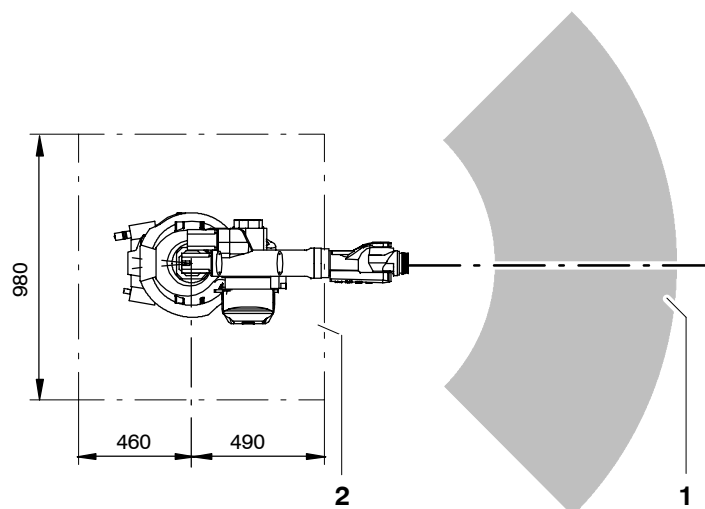

Fig. 41 Affectation enveloppe d'évolution et fondations en béton
- (3) Repérer la position du manipulateur par rapport à l'enveloppe d'évolution (Fig. 41/1) sur les fondations en béton (2) et amener le manipulateur en position de montage.
- (4) Aligner horizontalement le manipulateur.
Lorsque vous percez les trous, veillez à respecter la position de montage correcte du manipulateur, c'est-à-dire la position par rapport à l'enveloppe d'évolution (Fig. 41/1).